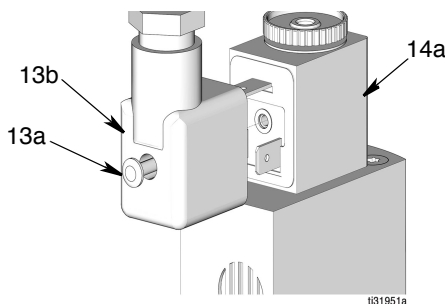

图 6
- 拧松微型 DIN 电磁阀接头 (14a) 背面的螺丝 (13a) 并断开它与电磁阀接头 (14a) 的连接 (图 6)。